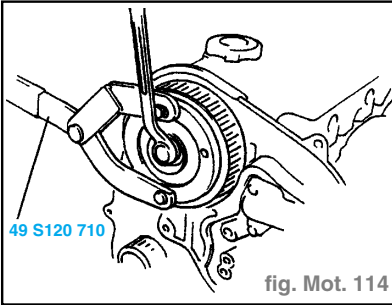

fig. Mot. 114
- Bloquer l'arbre à cames à l'aide du SST. (fig. Mot. 114)